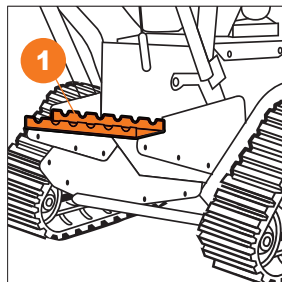

Рис. 43
Гусеничные снегоборочные машины оборудованы системой регулировки положения ковша. Нажмите педаль ①, наклоните вперед или назад рукоятки управления и выберите один из трех режимов в зависимости от условий работы (Рис. 43).